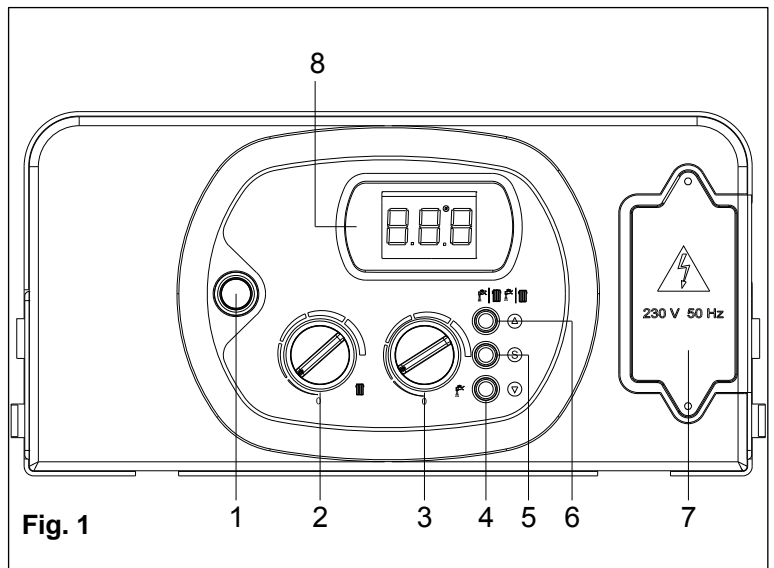
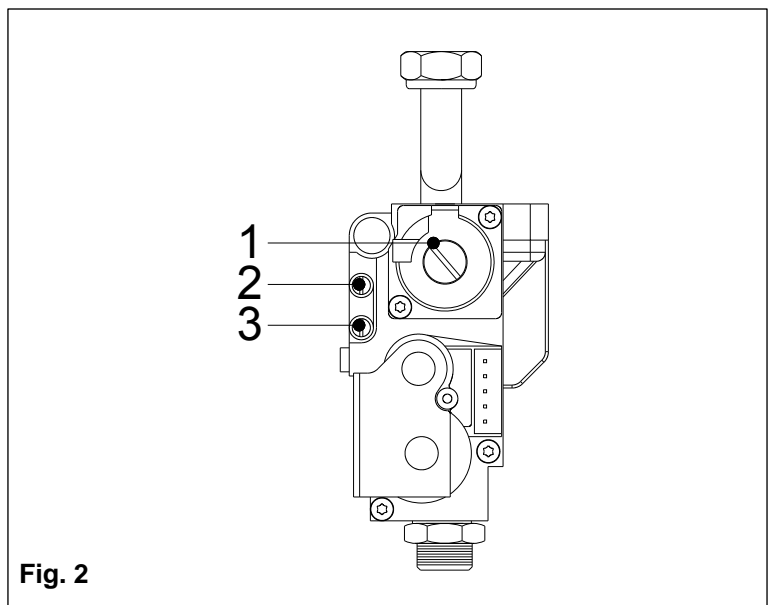

Fig. 1
Fig. 2
- svitare il tappo del circolatore per eliminare eventuali bolle d'aria e richiuderlo alla fuoriuscita di acqua (fig. 1) ;
- controllare attraverso il manometro **M** (fig. 2), che la pressione dell'impianto raggiunga il valore di 1 bar e che non compare sul display del pannello comandi il codice H2O (vedi "Pannello comandi") ;
- posizionare l'interruttore **1** in posizione ON (fig. 1) dopo pochi secondi si avvierà il circolatore;
- posizionare tramite il pulsante **6** la funzione INVERNO-ESTATE. L'accensione del simbolo  nel display **8** (fig. 1) ne indica l'attivazione;
- il sistema di accensione automatico accenderà il bruciatore, **in mancanza di fiamma la scheda ripete tre volte tutte le operazioni di accensione intervallato dal tempo di post-ventilazione (20 sec)**. Potrebbe comunque essere necessario ripetere più volte l'operazione per eliminare l'aria nella tubazione. Per ripetere l'operazione di accensione, attendere circa tre **secondi** dall'ultimo tentativo di accensione prima di sbloccare nuovamente la caldaia, poi spegnere e accendere l'interruttore **1** (fig. 1) e quindi ripetere l'operazione;
- mettere l'interruttore **1** in posizione OFF (fig. 1), inserire un manometro nella presa di pressione **2** (fig. 2) accendere la caldaia e controllare i valori di pressione massima e minima di regolazione secondo i valori di riferimento riportati sulla targa gas (per controllare la pressione massima, aprire un rubinetto acqua calda sanitaria e verificare se la pressione massima è uguale a quella di targa; per controllare la minima, chiudere il rubinetto e mettere la caldaia in posizione inverno, il manometro visualizzerà la pressione minima per i primi 10 secondi); se la pressione massima non corrisponde a quella di targa, rifare la regolazione (vedi manuale di taratura);